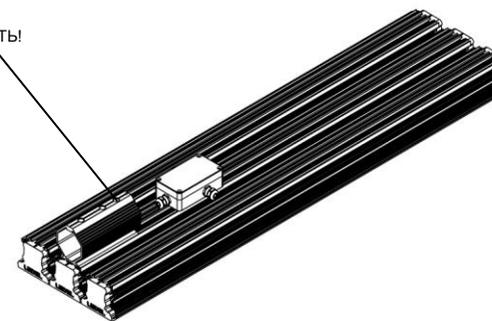

Рисунок 1 Габаритные размеры светильника «L-street 200XP-G»
1. Ослабить фиксирующие болты (кроме ограничительного болта, см. рис. 1);